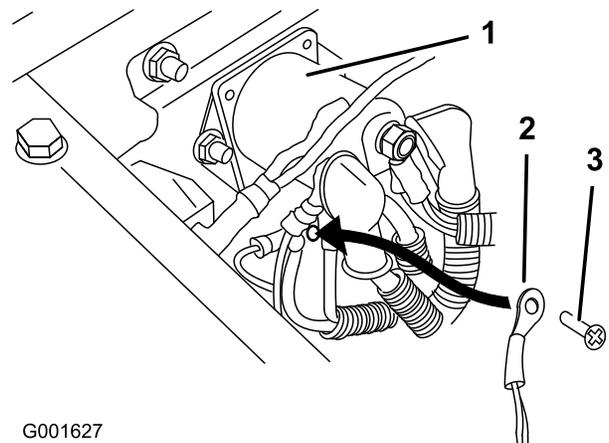

図 20
2. ソレノイド底部についているアース用ねじの1本を外す (図 20)。
3. いま取り外したねじを使って、ワイヤ・ハーネスをアースブロックに取り付け固定する (図 20)。